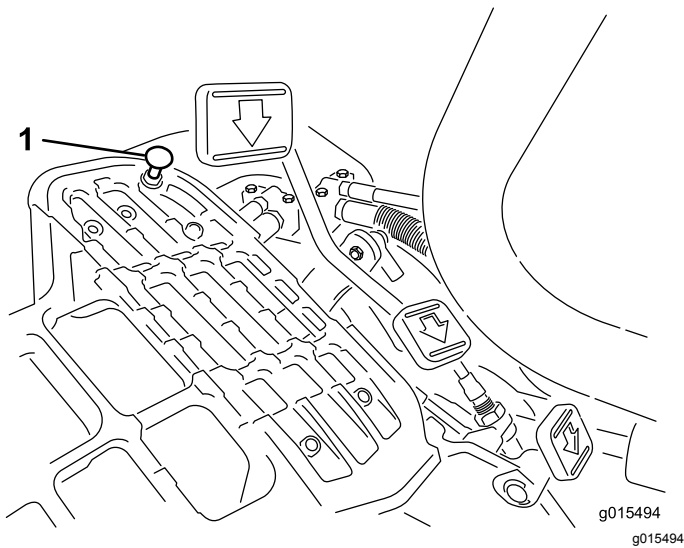

图42
要获得最大行驶速度请将功能控制杆放在行驶位置并踩下驱动踏板。如果在拉线感到张紧力之前踏板接触到限位器图42请执行以下调节程序
1. 将功能控制杆放在行驶位置松开将踏板限位器固定至底板上的锁紧螺母图42。